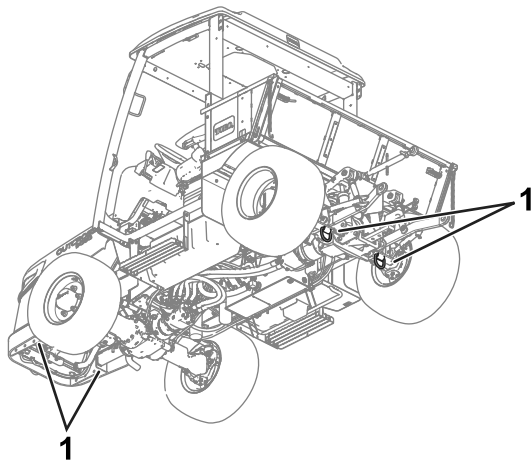

Figura 67
- Utilice los puntos de amarre de la máquina (Figura 67) para sujetarla firmemente.